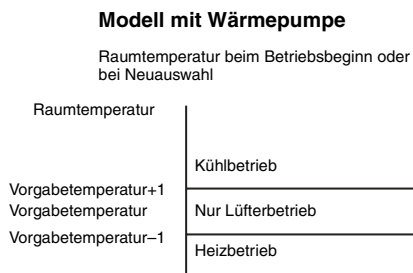

Abbildung 1
Im Automatik-Betrieb wird die Betriebsart automatisch, abhängig von der Raumlufttemperatur (TA), gewählt, wie in Abbildung 1 und 2 dargestellt.